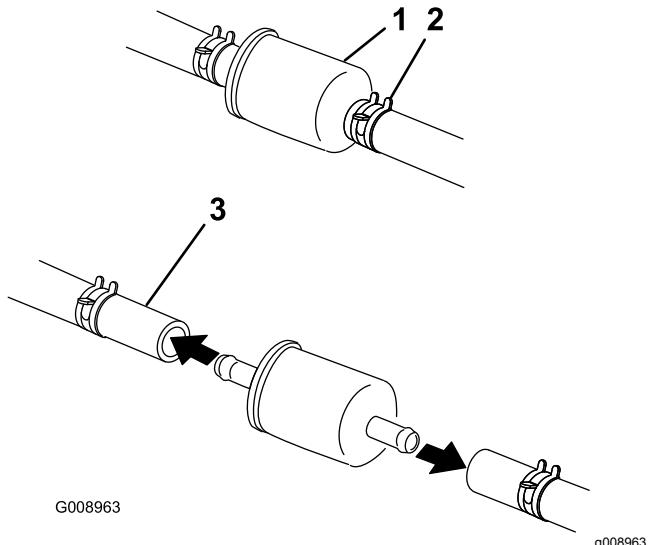

Figure 59
4. Fermez le robinet d'arrivée de carburant sous le siège (Figure 59).
5. Pincez les extrémités des colliers et éloignez les colliers du filtre (Figure 59).
7. Posez un filtre neuf et rapprochez les colliers de fixation du filtre (Figure 59).